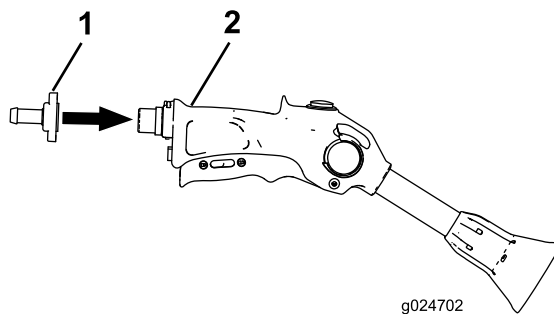

Figure 31
1. Assemblez le pistolet-pulvérisateur (Figure 31).